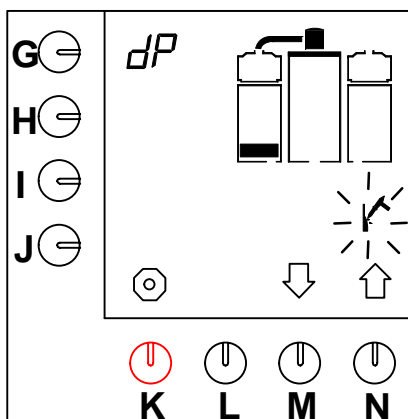

Abb. 17 Erstes Niveau des Entkalkungsprogramms für das Kaffeebrühsystem
- Der erste Niveaublock erscheint im Display und das Hammersymbol blinkt (Abb.17).